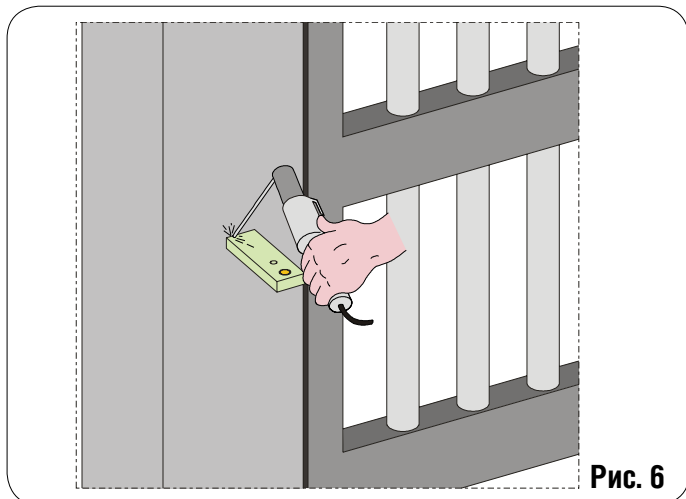
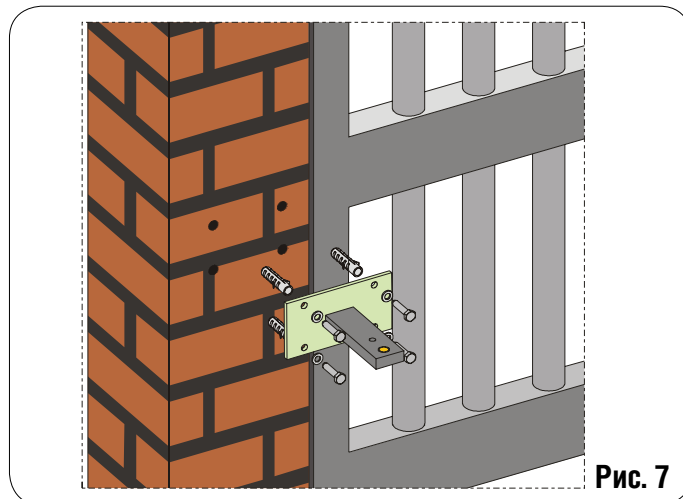

Рис. 6
Рис. 7
1) Зафиксируйте задний кронштейн в положении, выбранном ранее. При использовании железного столба надежно приварите кронштейн (Рис.6). При наличии кирпичного столба закрепите специальную пластину (поставляется по отдельному заказу) с винтовой фиксацией (Рис.7) для использования подходящей крепежной системы, после чего надежно приварите кронштейн к пластине.